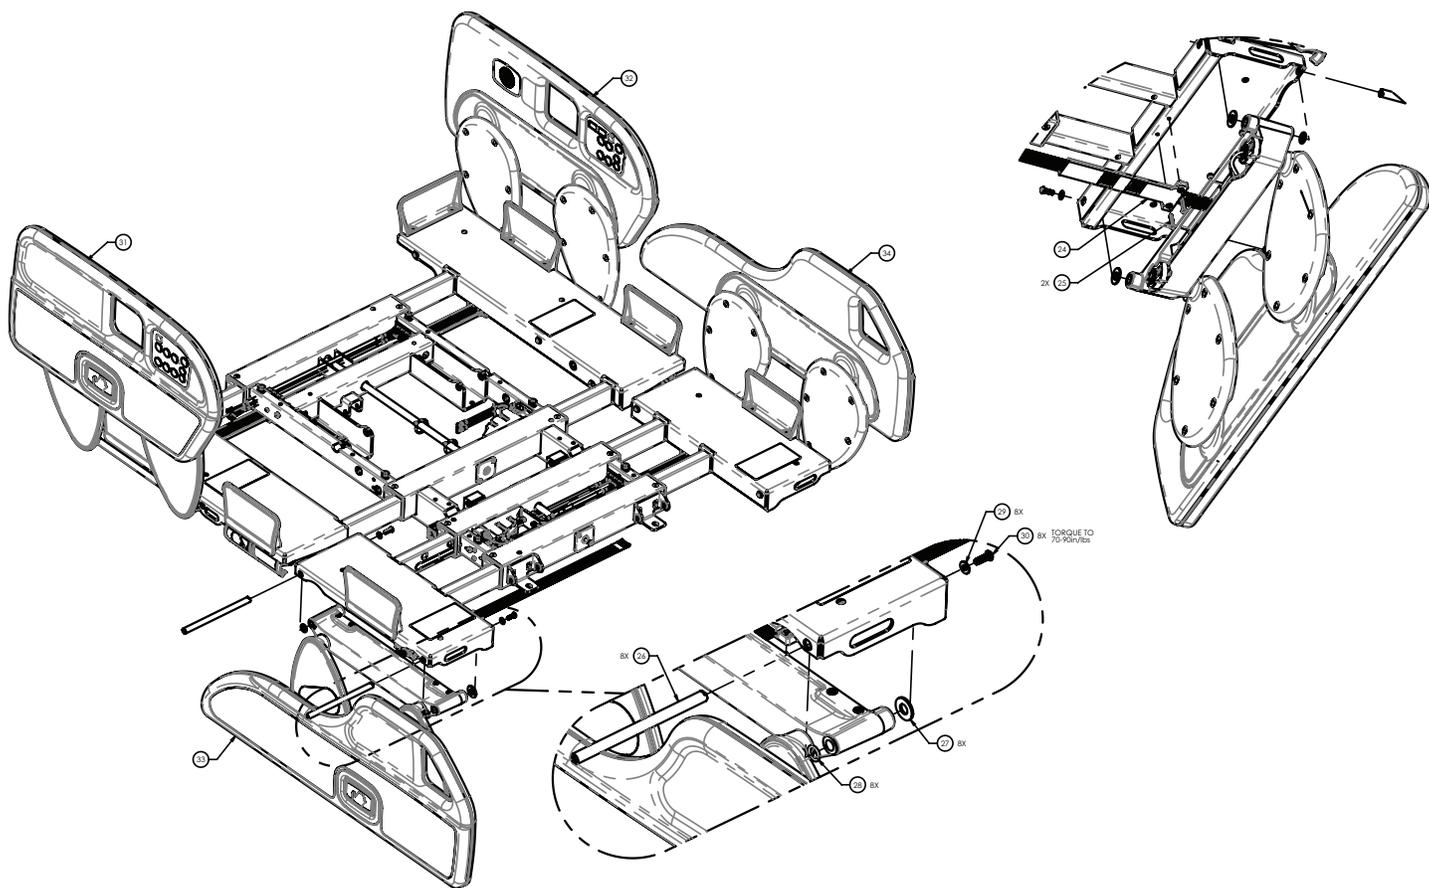

Figure 39 – Remplacement de la barrière, côté tête
10. Débrancher les deux câbles de barrière de l'ensemble de carte de jonction (51).
11. À l'aide d'une clé Torx T27, retirer la vis (30) et la rondelle (29) qui fixent la tige de guidage au plan de couchage (Figure 39).
- Remarque** - Conserver les deux rondelles en caoutchouc (27) situées sur chaque tige coulissante, une de chaque côté du support de barrière, pour la réinstallation. Utiliser de la graisse Syn-Tech pour lubrifier la tige coulissante, si nécessaire.